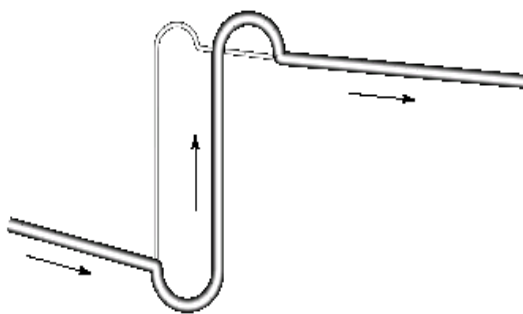

рис. 11
- Проверьте разводку линии нагнетания: трубы, идущие к конденсатору, должны быть установлены так, чтобы исключить возврат жидкости обратно в компрессор. В зависимости от положения компрессора по отношению к конденсатору может оказаться необходимым использование обратных клапанов. Если конденсатор установлен выше компрессора, может также понадобиться U-образная масляная ловушка соответствующего размера (см. рис. 11).
- Трубы, идущие к компрессору, должны быть гибкими во всех трех направлениях, чтобы иметь возможность гасить вибрацию, и иметь такую конструкцию, чтобы исключить свободное натекание жидкого хладагента в компрессор, скапливание его в масляном картере и попадание в головки цилиндров (см. рис. 11).